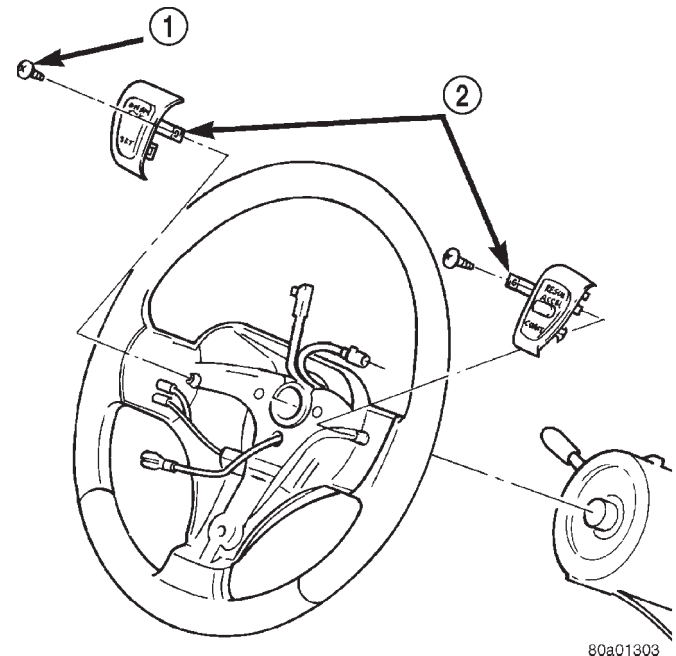

Abb. 3 Tempomatschalter
(1) Batterie-Minuskabel (-) abklemmen und elektrisch isolieren.
(2) Die fahrerseitige Airbag-Einheit ausbauen. Näheres hierzu siehe Kapitel 8M, "Insassen-Rückhaltesysteme".
(3) Steckverbinder vom Tempomatschalter abziehen.
(4) Die Schraube lösen, mit welcher der Schalter am Lenkrad befestigt ist (Abb. 3).
(5) Schalter abnehmen.